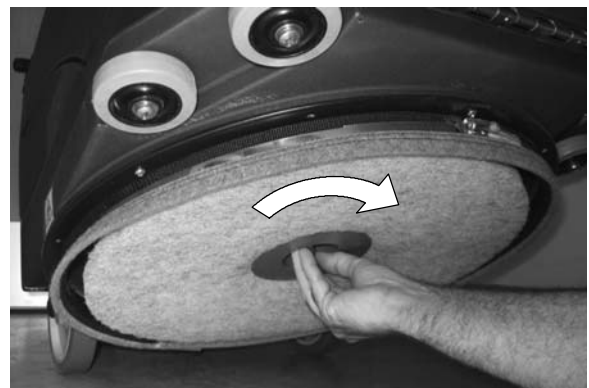

FIG. 5
- Placez le patin sur le système d'entraînement et fixez-le à l'aide du verrou central (Figure 5).